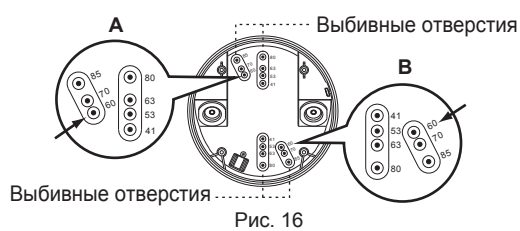

Рис. 16
3.3.4.1 На нижней крышке распределительной коробки для поверхностного монтажа имеются 7 пар мест для выбивания отверстий с различными расстояниями между ними (от 41 мм до 85 мм), которые можно выбрать для различных вариантов монтажа (см. рис. 16). Выберите два одинаковых числа с обоих концов для соответствующего расстояния для закрепления (см. рис. 17).